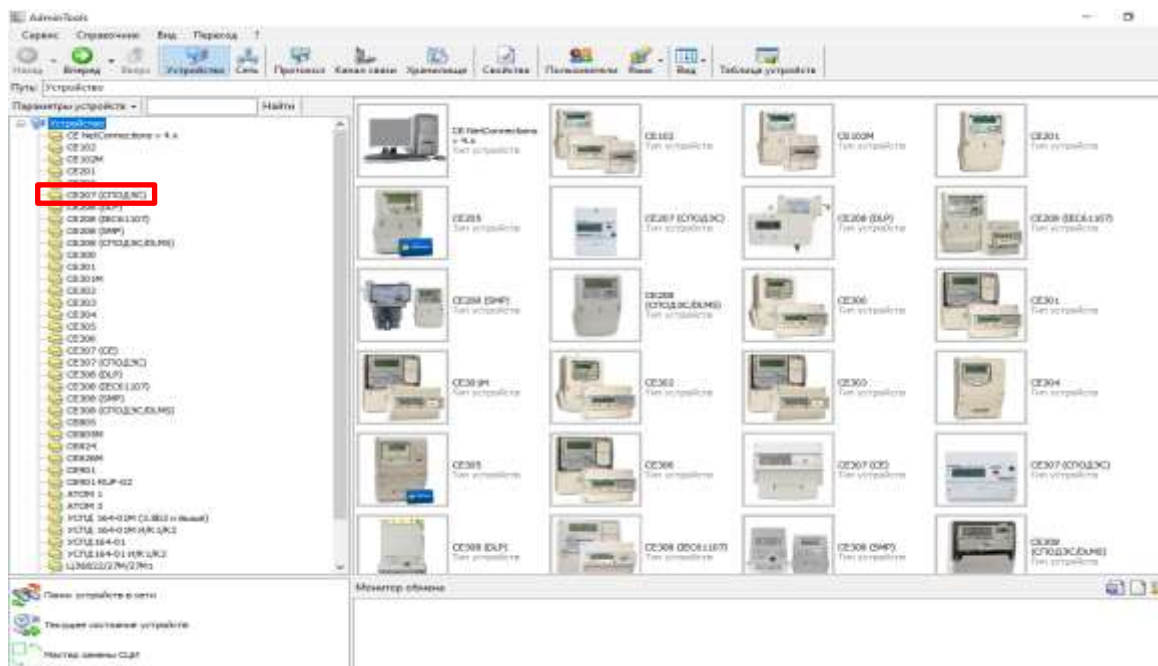

Рисунок 17 - Вид окна программы для выбора типа счётчика
5.3.4.2 Выберите протокол обмена СПОДЭС, тип устройства «CE207» (см. рисунок 17).